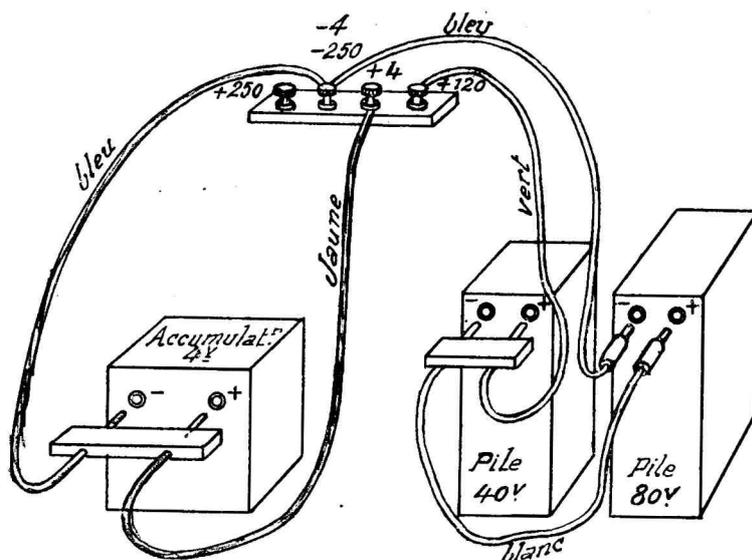

Fig. 12
e) Une batterie de piles de 120 volts (tension plaque à la réception) constituée par un bloc de 80 volts et un bloc de 40 volts en série (provisoirement ce dernier n'est pas utilisé) : la figure 12 donne le détail des connexions et le mode de branchement.